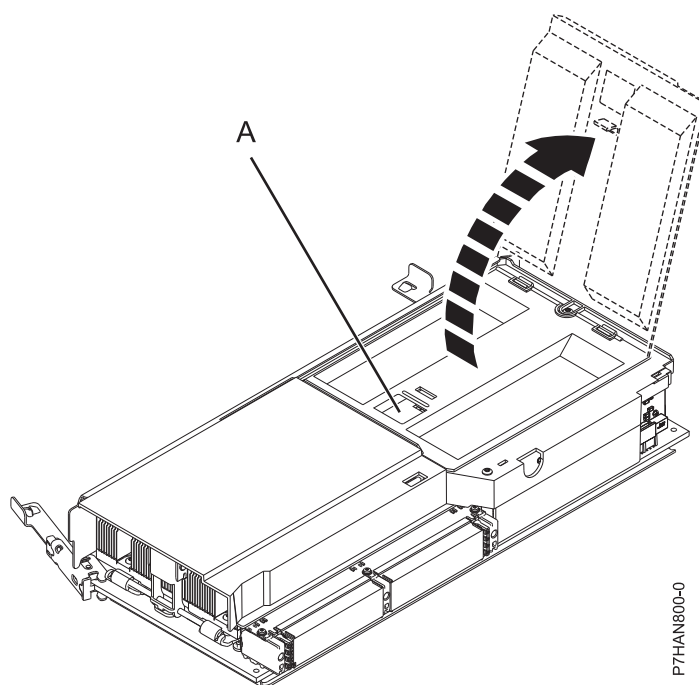

図 4. メモリー・モジュールの取り外し
10. 図 4 に示すように、ロックング・タブ (A) を押し下げて、メモリー・モジュール・カバーのロックを解除します。 カバーを持ち上げて、メモリー・モジュールに手が届くようにします。